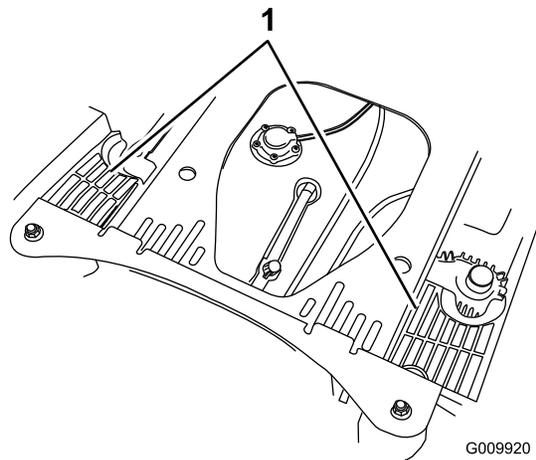

Figure 74
4. Débarrassez les unités hydrauliques de l'herbe et des débris accumulés (Figure 74).